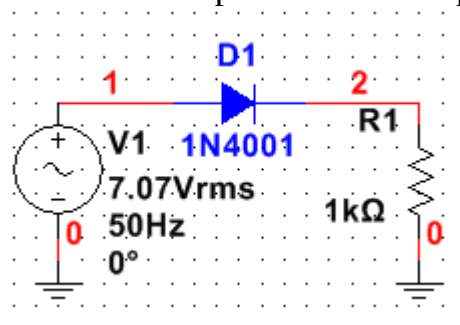

Рис. 9.
6. Складіть схему найпростішого випрямлювача напруги (рис. 9).